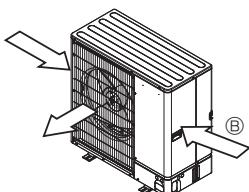

Fig. 2-6
- ③ Sijoita yksikkö sitten, ettu ulos tuleva ilma virtaa kohtisuorana vuodenajalle typilisen tulensuunnan suhteen, mikäli vain mahdollista. (Fig. 2-6)
- ④ Tuulen suunta